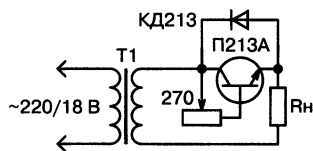

Рис. 11.5. Схема регулятора мощности на трех деталях
**Схема № 6.** Повысить КПД регулятора можно включением диода (рис. 11.5), предлагает Ю. Бородастый (Ивано-Франковская обл.). При этом достигается более удобный предел регулирования (50—100%). Полупроводниковые приборы можно разместить на одном радиаторе.